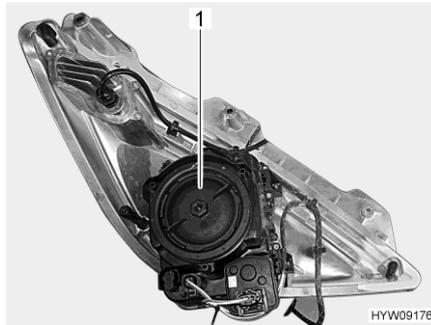

Fig. 148 Faro delantero (lado trasero)
- Girar la tapa de la caja (Fig. 148,1) en sentido contrario a las agujas del reloj y quitarla.
- Colocar la tapa de la caja (Fig. 148,1) y apretarla en sentido de las agujas del reloj.